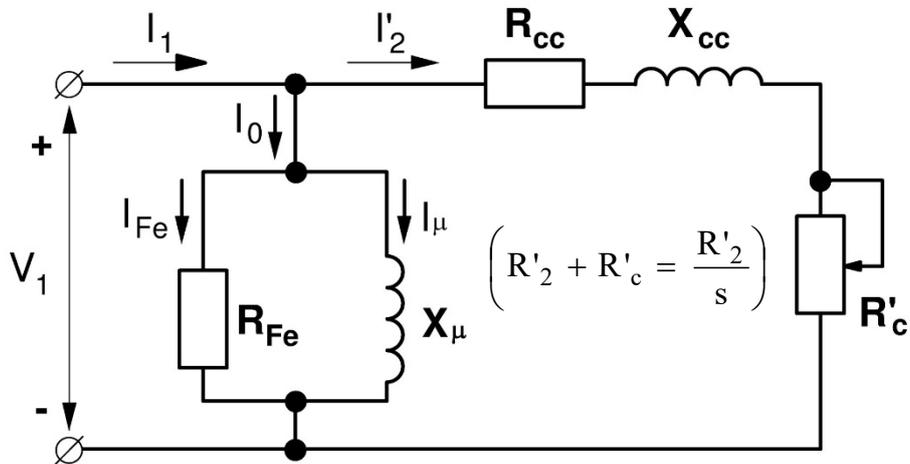

Fig. 1: Circuito equivalente aproximado de una máquina asíncrona trifásica
Durante el arranque la corriente del rotor reducida al estator es mucho mayor que la de vacío y, por lo tanto, se desprecia esta última. Así, del circuito equivalente aproximado de un motor asíncrono (ver la Fig. 1) y sabiendo que en el arranque el deslizamiento vale  $s = 1$  se obtiene que la intensidad de fase en un arranque vale:
- d) En este motor, aplicando la relación (2) para condiciones asignadas se obtuvo en el apartado a) que el deslizamiento asignado es  $s_N = 0,04$ .
Partiendo del circuito equivalente aproximado (Fig. 1) y de la ecuación (6) se deduce la fórmula para calcular el par de la máquina: